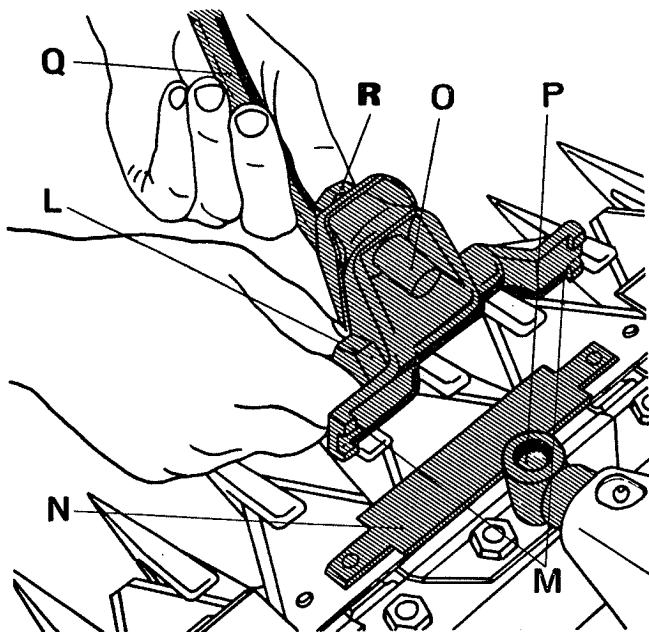

Fig. 10
8. Messerkopf (Fig. 10)
8. Tête de lame (fig. 10)
8. Testa di lama (fig. 10)
La vite con testa conica L (fig. 10) va svitata fino a che la testa di lama si stacca dalla piastrina d'attacco. Con l'aiuto del gancio V si toglie la lama lateralmente dalla barra. Mai spingere la lama alla piastrina d'attacco. Infilata la nuova lama nella barra, si applica la testa di lama, pulita con cura in precedenza, e si fa qualche colpo di pompa d'ingrassaggio al perno di biella.